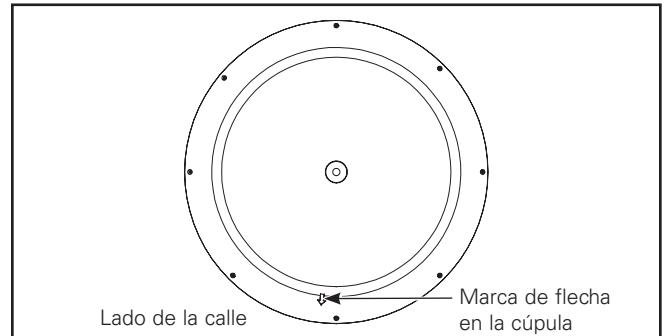

Figura 4.
5. Para la luminaria con óptica asimétrica, gira el dispositivo de acuerdo con la marca de flecha en la cúpula hacia el lado de la calle. (Figura 4.)